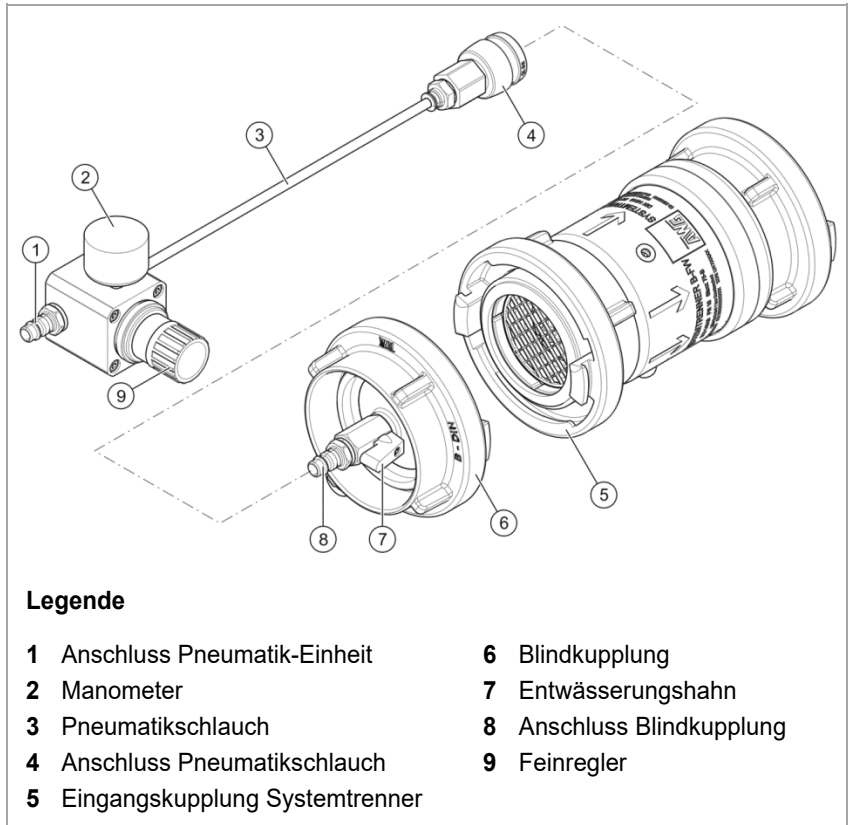

Fig. 5 Prüfset
- Die Eingangskupplung des Systemtrenners (Fig. 5/5) an den Pumpenausgang beispielsweise einer Feuerlöschkreiselpumpe anschließen, dabei das System mit dem Entwässerungshahn vollständig entlüften.
- ✓ Der Feinregler (Fig. 5/9) an der Pneumatik-Einheit ist geschlossen.
- Die Eingangskupplung des Systemtrenners (Fig. 5/5) mit der Blindkupplung (Fig. 5/6) verschließen.
- Den Anschluss des Pneumatikschlauchs (Fig. 5/4) an der Kuppelung des Entwässerungshahns (Fig. 5/7) anschließen.
- Den Anschluss der Pneumatik-Einheit (Fig. 5/1) mit der Druckluftversorgung verbinden.
- Den Luftdruck mit Hilfe des Feinreglers (Fig. 5/9) langsam erhöhen.